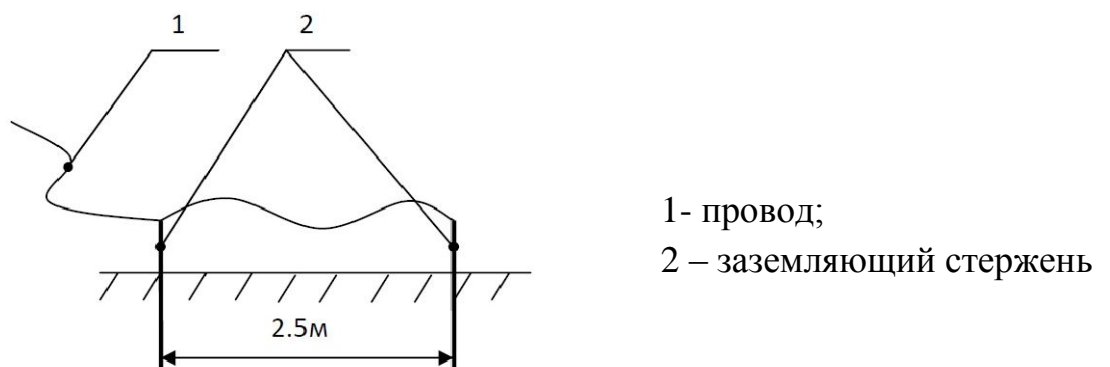

Рисунок 4 – Устройство заземления
4.3.4 Вбейте стержень заземления до угловых элементов в землю и затем установите устройство вертикально (см. рисунок 4).